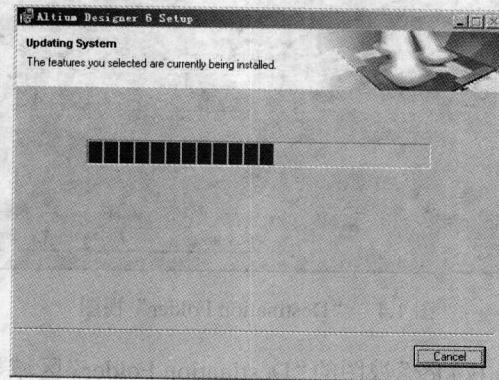

图 1.7 显示安装进度
(7) 确定以上安装信息设定无误后，单击“Ready to Install the Application”视图中的“Next”按钮开始安装，过程中，文件复制窗口内将显示操作过程和文件复制进度，以及安装剩余时间等信息，如图 1.7 所示。